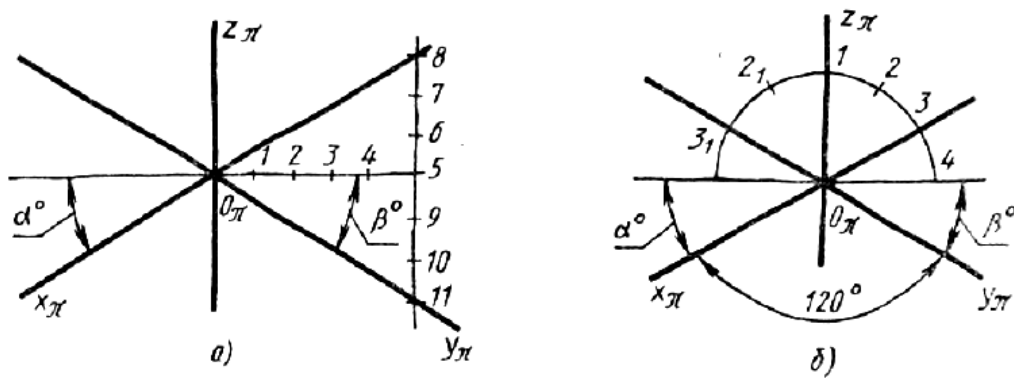

Рисунок 24.
4. Намечают аксонометрические оси (рис. 24).